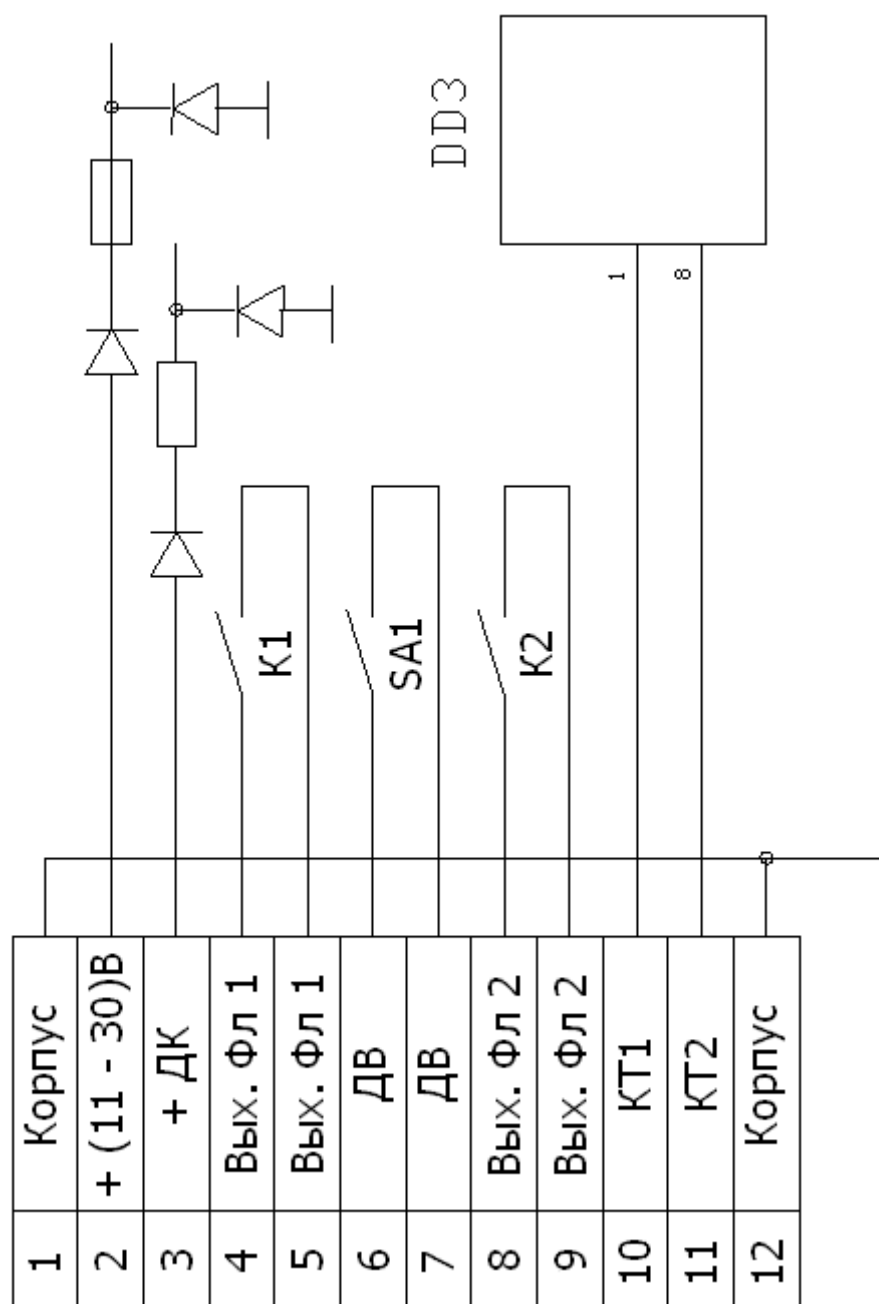

Рис. 4 Назначение выходных контактов.
- 6.5. Данные по назначению выходных контактов приведены на рис. 4.